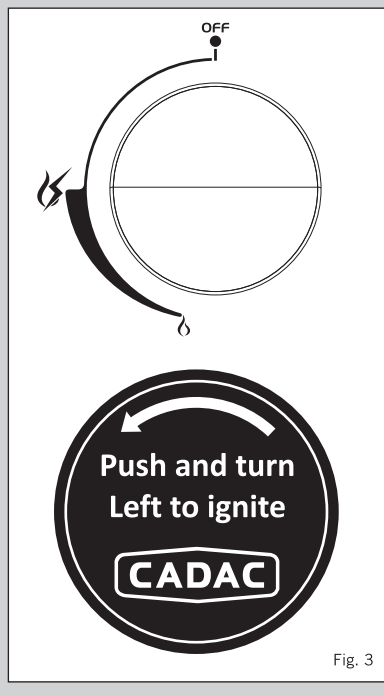

Fig. 3
- Utiliser les boutons de commande pour régler l'intensité de la flamme de chaque brûleur au niveau souhaité en tournant le bouton dans le sens inverse des aiguilles d'une montre pour diminuer la flamme, et dans le sens inverse pour l'augmenter (voir Fig. 3).